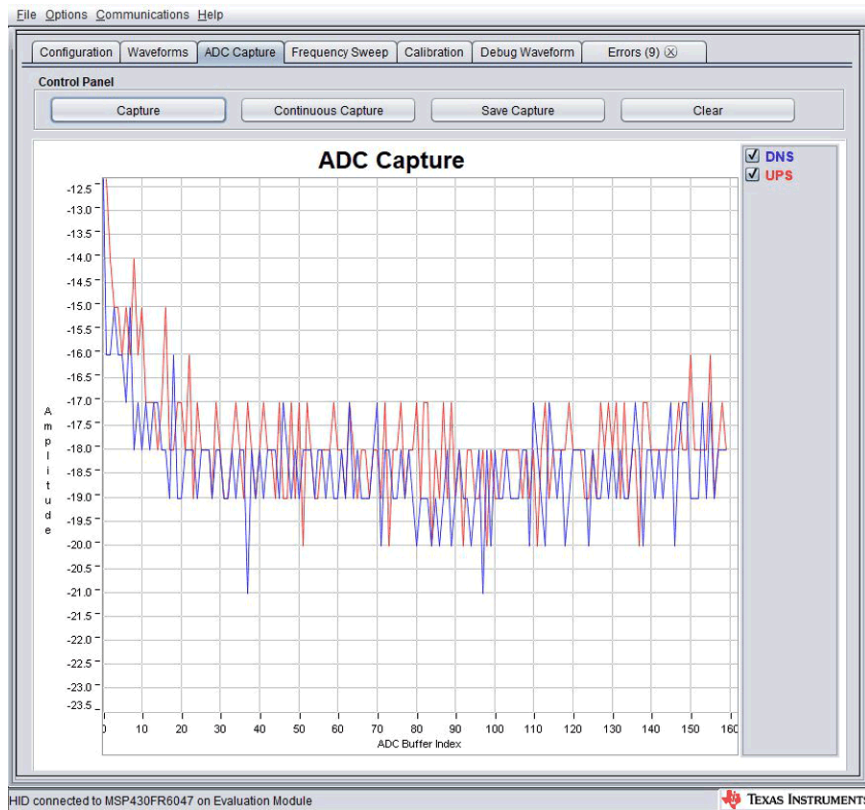

图 4-9. 在无水或连接不良的情况下捕获的 ADC 信号
- 确保管道中充满水。如果管道中没有水或传感器未正确连接到 EVM，则捕获的信号可能类似于图 4-9。